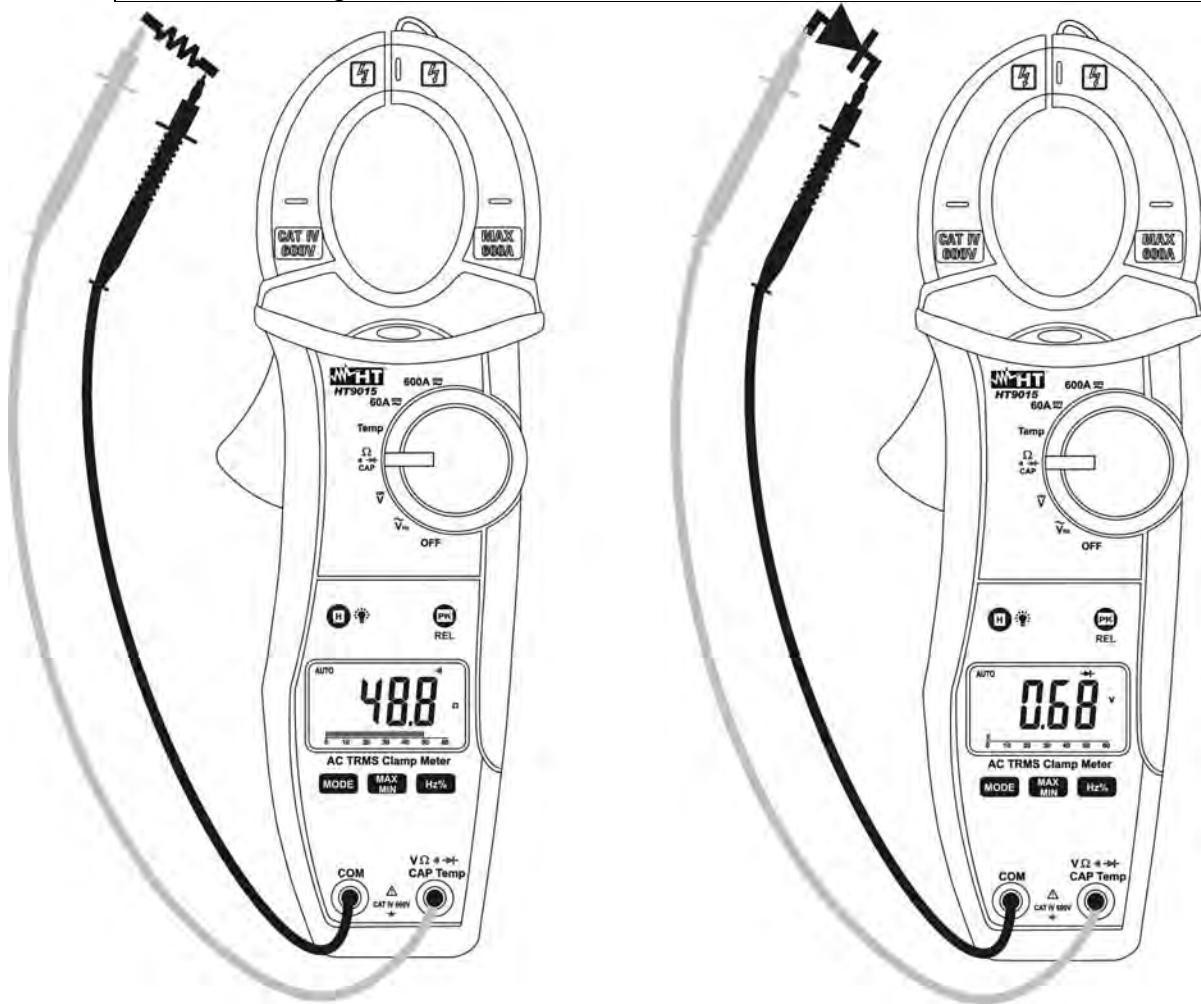

Fig. 6: Uso de la pinza para la Prueba de la Continuidad y Prueba de Diodos
3. Inserte el cable rojo en el terminal de entrada $V\Omega \rightarrow \text{CAPHz}\%Temp$ y el cable negro en el terminal de entrada **COM** y efectúe la prueba de continuidad sobre el objeto en prueba (ver Fig. 6 – parte izquierda). El indicador acústico emite una señal cuando el valor de la resistencia medida es inferior a aproximadamente 60Ω .
5. Conecte la punta roja al ánodo del diodo y la punta negra al cátodo en caso de medida de polarización directa (ver Fig. 6 – parte derecha). Invierta la posición de las puntas en caso de medida de polarización inversa.